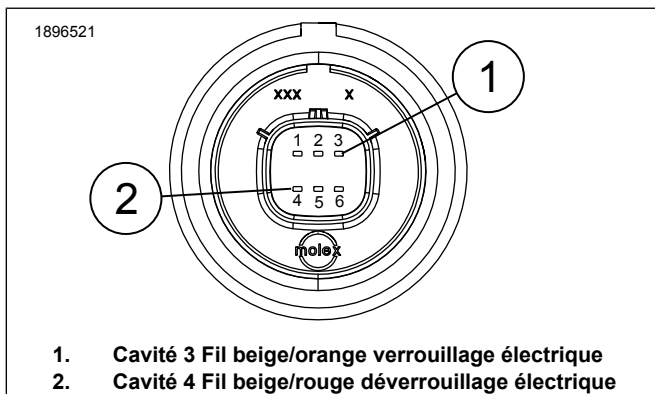

Figure 3. Vue connecteur de panneau 6 voies [289A]
- b. Voir la figure 3. Retirez les bouchons d'étanchéité des cavités 3 et 4 dans le nouveau connecteur de panneau à 6 voies de la sacoche droite [289A].
- c. Insérer la borne du fil de verrouillage électrique beige/orange dans la cavité 3 (4).
- d. Insérer la borne du fil de déverrouillage électrique beige/rouge dans la cavité 4 (4).